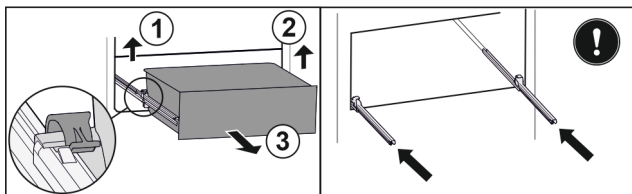

Fig. 219
- ▶ Podnieść lewy zacisk i wysunąć jednocześnie szufladę po lewej do przodu. Fig. 219 (1)
- ▶ Podnieść prawy zacisk i wysunąć jednocześnie szufladę po prawej do przodu. Fig. 219 (2)
- ▶ Wyjąć szufladę do przodu. Fig. 219 (3)